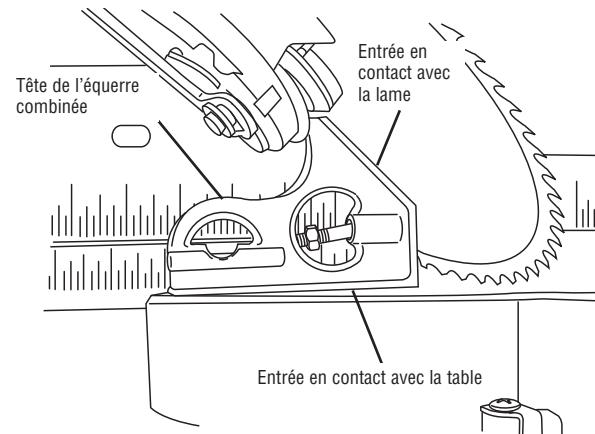

Figure 24
7. Utilisez une équerre combinée pour vous assurer que la lame est à un angle de 45° par rapport à la table. Retirez la lame de la règle de l'équerre combinée. Placez seulement la tête de l'équerre combinée sur la table de la scie de façon que son côté plat long repose sur la table et que son côté à 45° soit contre la lame inclinée (voir Figure 24).
- Tout en tournant le boulon « F », regardez la lame s'incliner – tournez « F » jusqu'à ce que la plaque de la lame de scie soit totalement en contact avec le côté à 45° de la tête de l'équerre (voir Figure 24).